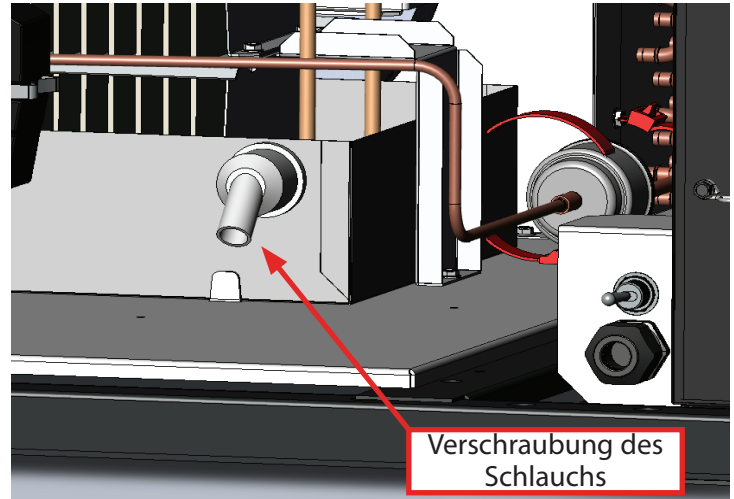

Abb. 1. Rückseite des Schrankes mit entferntem Drahtgitter.
2. Entfernen Sie das hintere Drahtgitter. Siehe Abb. 1.